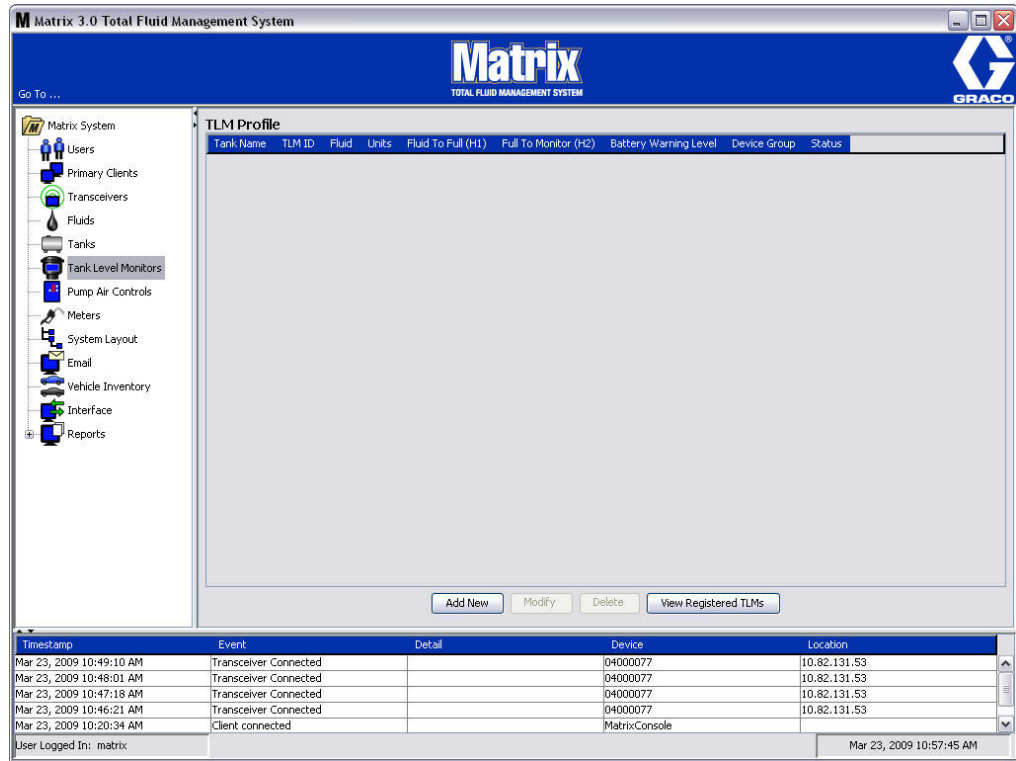

图 107
- 若要创建配置文件并将新的料桶液位监视仪添加到 Matrix 系统，单击“添加新的”按钮（图 107）。